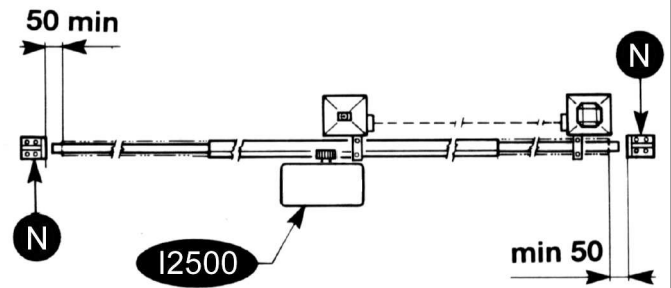
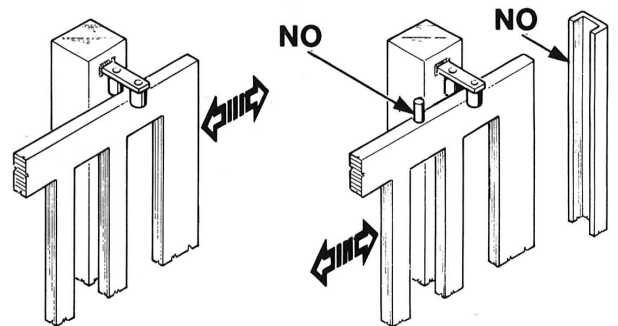

FIG. 2
FIG. 3
Outre les fins de course présents sur l'opérateur, il est nécessaire d'installer des butées mécaniques fixes à l'extrémité de chaque course de sorte à arrêter le portail en cas de dysfonctionnement des fins de course électriques. Pour cela, les butées mécaniques doivent être dimensionnées de sorte à supporter la poussée statique du moteur ajoutée à l'énergie cinétique du portail (N) (Fig.2). Les poteaux du portail doivent avoir des glissières anti-déraillement sur la partie supérieure (Fig. 3), afin d'éviter tout décrochage accidentel.
**N.B.:** Éliminer les arrêts mécaniques du type indiqué, décrit dans la figure 3.